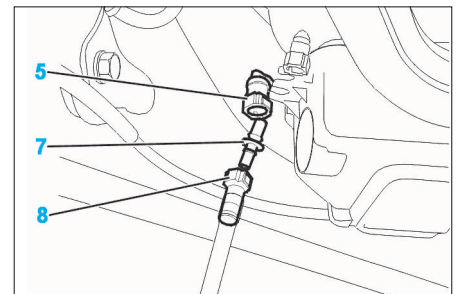

FIG. 59
- Débrancher le raccord encliquetable (5) de remplissage et le raccord encliquetable (6) de mise à l'air libre du réservoir additif.
- Brancher le raccord encliquetable (5) de remplissage au raccord encliquetable (8) du kit de remplissage grâce à l'adaptateur (7) (Fig.59).